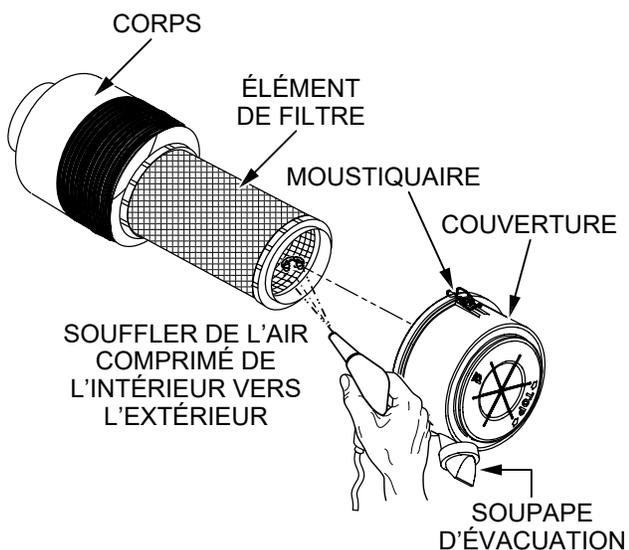

Figure 45. Filtre à air du moteur
Le **filtre à air** (Figure 45) de ce moteur diesel Kubota est équipé d'un **élément filtrant** en papier haute densité remplaçable. Vérifier le filtre à air tous les jours ou avant de démarrer le moteur. Ouvrez le clapet d'évacuation une fois par semaine dans des conditions normales (ou tous les jours en cas d'utilisation dans des conditions poussiéreuses) pour éliminer les grosses particules de poussière et de saleté. Remplacer le filtre à air tous les ans ou tous les six nettoyages.
1. Relâcher les loquets (Figure 45) qui fixent le couvercle du filtre à air au corps du filtre à air.
2. Retirer le couvercle du filtre à air (Figure 45) et le mettre de côté.
3. Retirer l'élément filtrant (Figure 45).
4. Pour nettoyer l'élément filtrant (filtre à air en papier) comme indiqué dans la Figure 45, soufflez de l'air comprimé, sans dépasser 30 psi (205 kPa, 2,1 kgf/cm2), à travers l'élément filtrant, de l'intérieur vers l'extérieur.
6. Utilisez un chiffon pour nettoyer l'intérieur du corps du filtre à air (Figure 45).